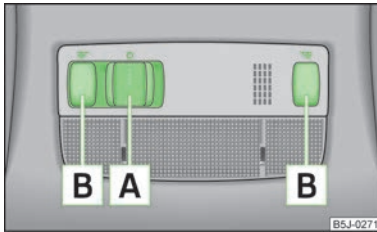

Fig. 26
- Apăsați comutatorul **A** » fig. 26 înspre centrul lămpii, apare simbolul ☞.
- Dacă apăsați comutatorul **A** » fig. 26 spre marginea lămpii, apare simbolul ☞.
- Apăsați comutatorul **A** » fig. 26 în poziția mediană **O**.
- Apăsați comutatorul **B** » fig. 26, pentru a aprinde, resp. stinge lumina de citit din dreapta sau din stânga.